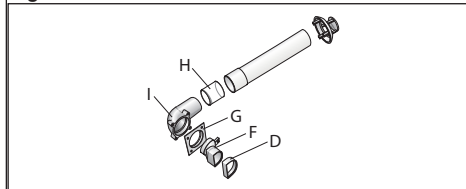

Fig. 15
- Conectar la tubería de \varnothing 35 mm o la curva de 90° a la reducción interponiendo la específica junta de estanqueidad **G** en la campana de unión de la curva o del tubo (Fig. 15).
- Para unir una curva a un tubo o dos tubos entre sí, acoplarlos y cubrirlos con la junta de estanqueidad **H** (Fig. 15).